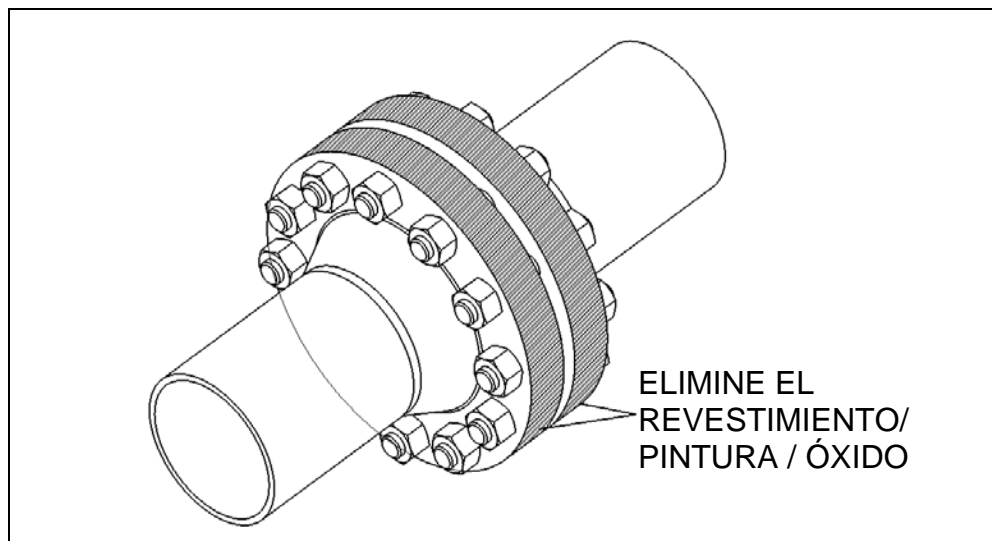

Figura 1
1. Elimine todo recubrimiento, pintura, óxido e incrustaciones de las superficies de las bridas donde los sellos circunferenciales del Anillo Reparador de Bidas "PLIDCO Flange+Repair Ring" entrarán en contacto con las bridas (consulte la Figura 1). Se prefiere un acabado de metal casi blanco, como se indica en SSPC-SP10 / NACE No.2. Cuanto más limpia esté la superficie del diámetro exterior de la brida, más positivo será el sello.